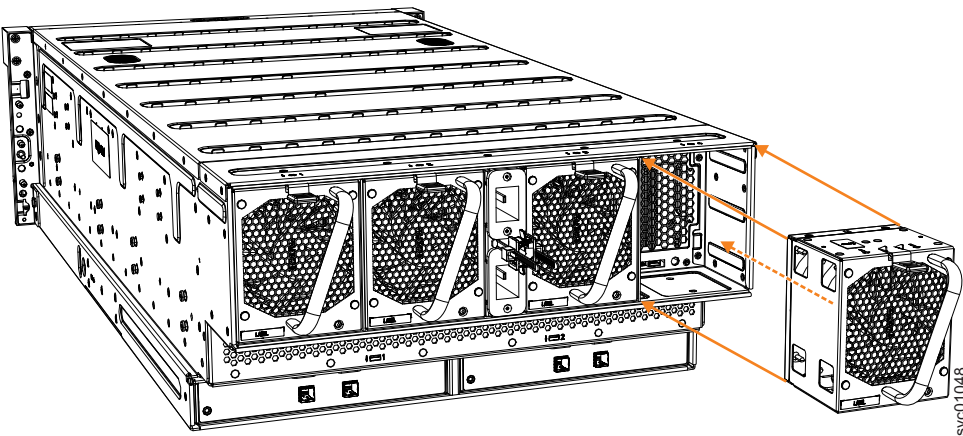

图 80. 更换风扇模块
2. 小心地将风扇模块插入机箱中，直至其咔嗒一声锁定到位，如图 80 中所示。